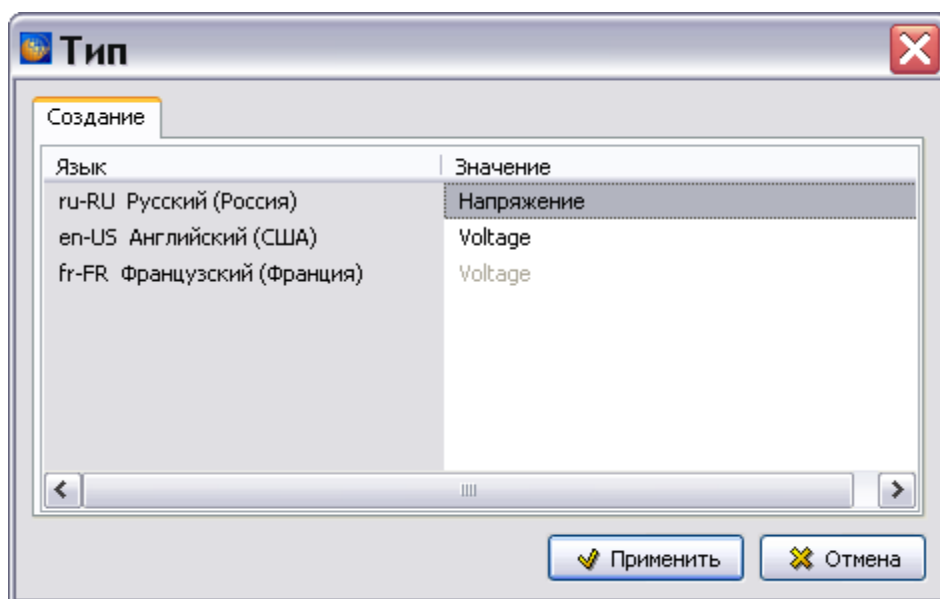

Рис. 3.21
- Нажатие на кнопку **Добавить**  приводит к открытию окна **Тип**, в которое вводятся параметры нового типа единиц измерения (Рис. 3.21).